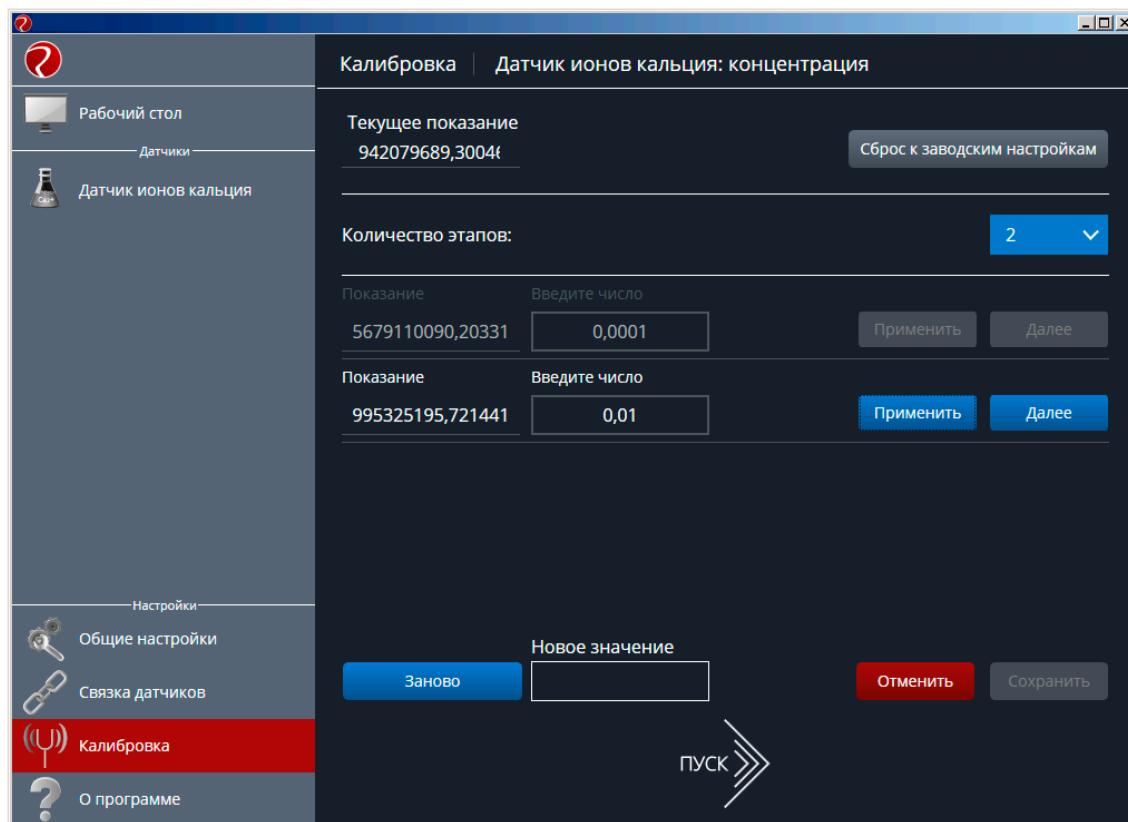

Рисунок 6 – Последующие этапы калибровки
- 1) Выполнить действия пп.3.9 – 3.10 для остальных калибровочных растворов (в порядке увеличения концентрации ионов кальция) (рис. 6).